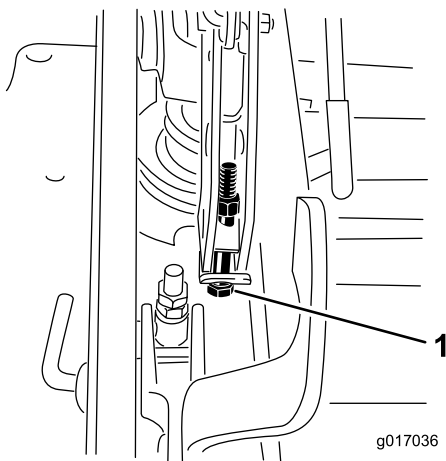

Figura 102
13. Se a plataforma estiver demasiado baixa, aperte o parafuso de ponto único de ajuste rodando-o no sentido dos ponteiros do relógio. Se a plataforma estiver demasiado alta, desaperte o parafuso de ponto único de ajuste rodando-o no sentido contrário ao dos ponteiros do relógio (Figura 102).
14. Aperte os dois parafusos na parte inferior da placa da altura de corte (Figura 102).